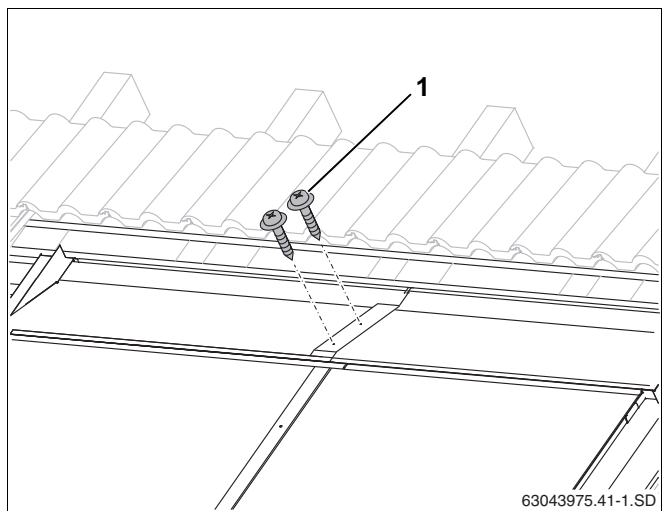

Fig. 58 Forbindelse af øverste dækplader med skruer
- ▶ Fastgør pladernes overlapninger med hver tre 25 mm lange blikkenslagerskruer (fig. 58, **pos. 1**).